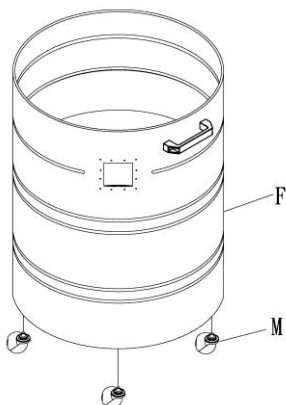

Abbildung 4
4. Die vier Laufrollen (M) in die Gewindemuttern unter der Trommel (f) einschrauben. Siehe Abbildung 4.